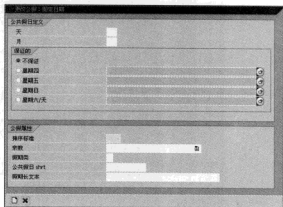

图 6-35 填写公假日期参数
STEP 4 在弹出的“更改公假：固定日期”对话框中，可以选择具体的公假对应的某月某日，同时还可为该公假选择其他参数，如图 6-35 所示。